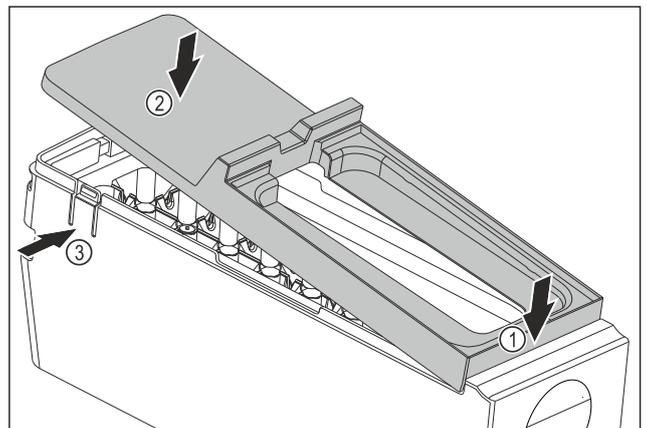

Fig. 115
- ▶ Monter le couvercle du corps de l'EasyTwist-Ice : Placer le couvercle à l'avant. Fig. 115 (1)
- ▶ Abaisser le couvercle à l'arrière. Fig. 115 (2)
- ▷ L'enclenchement du couvercle dans les deux languettes Fig. 115 (3) se fait entendre.